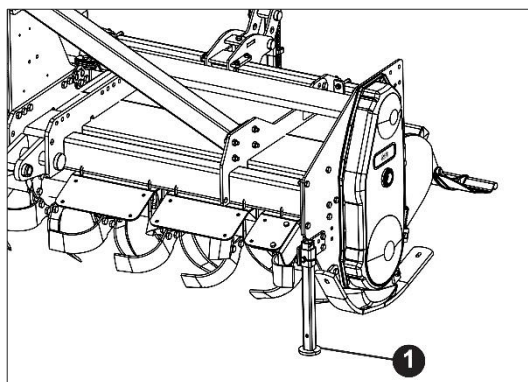

図 57
- 1) スタンドを図(1、図 57)に示すように配置してください。